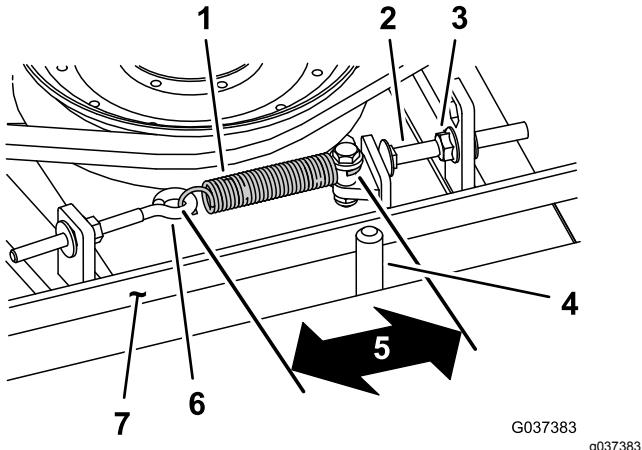

Bild 114
Bei richtiger Spannung sollte die Messung innen an der Verlängerungsfeder (Haken zu Haken) ungefähr $8,3 \text{ cm} \pm 9,5 \text{ cm}$ betragen. Wenn die Federspannung richtig ist, stellen Sie die Anschlagschraube (Schlossschraube) ein, bis der Abstand zwischen dem Schraubenkopf und dem Spannarm ungefähr 2-5 mm beträgt (Bild 114).
Hinweis: Achten Sie darauf, dass der Riemen auf der Federseite der Riemenführung positioniert ist (Bild 114).
2. Lockern Sie den Augenbolzen (Bild 114).
3. Lösen Sie die Bundmutter, mit der die Anschlagschraube an der Befestigungsnase befestigt ist, und schieben Sie die Spannscheibe vom Riemen weg (Bild 114).
9. Setzen Sie die Verlängerungsfeder (Bild 114) wieder in den Augenbolzen ein und spannen Sie den Riemen wie folgt: